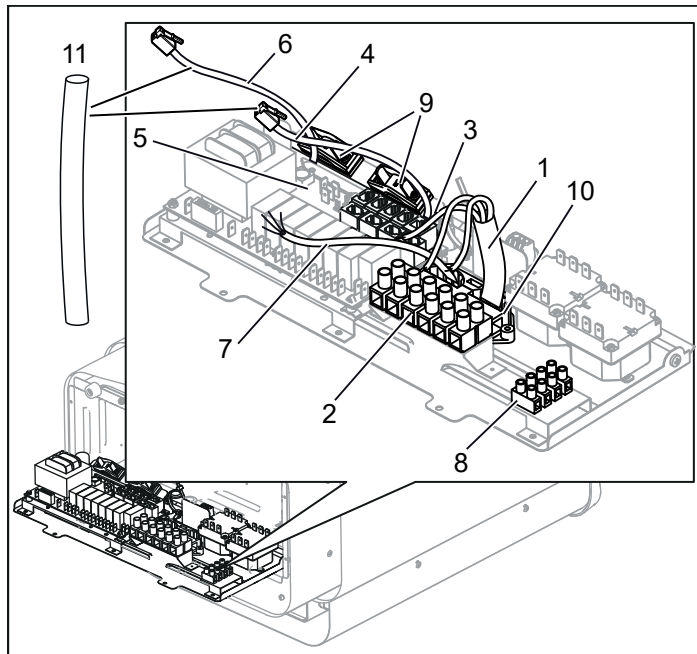
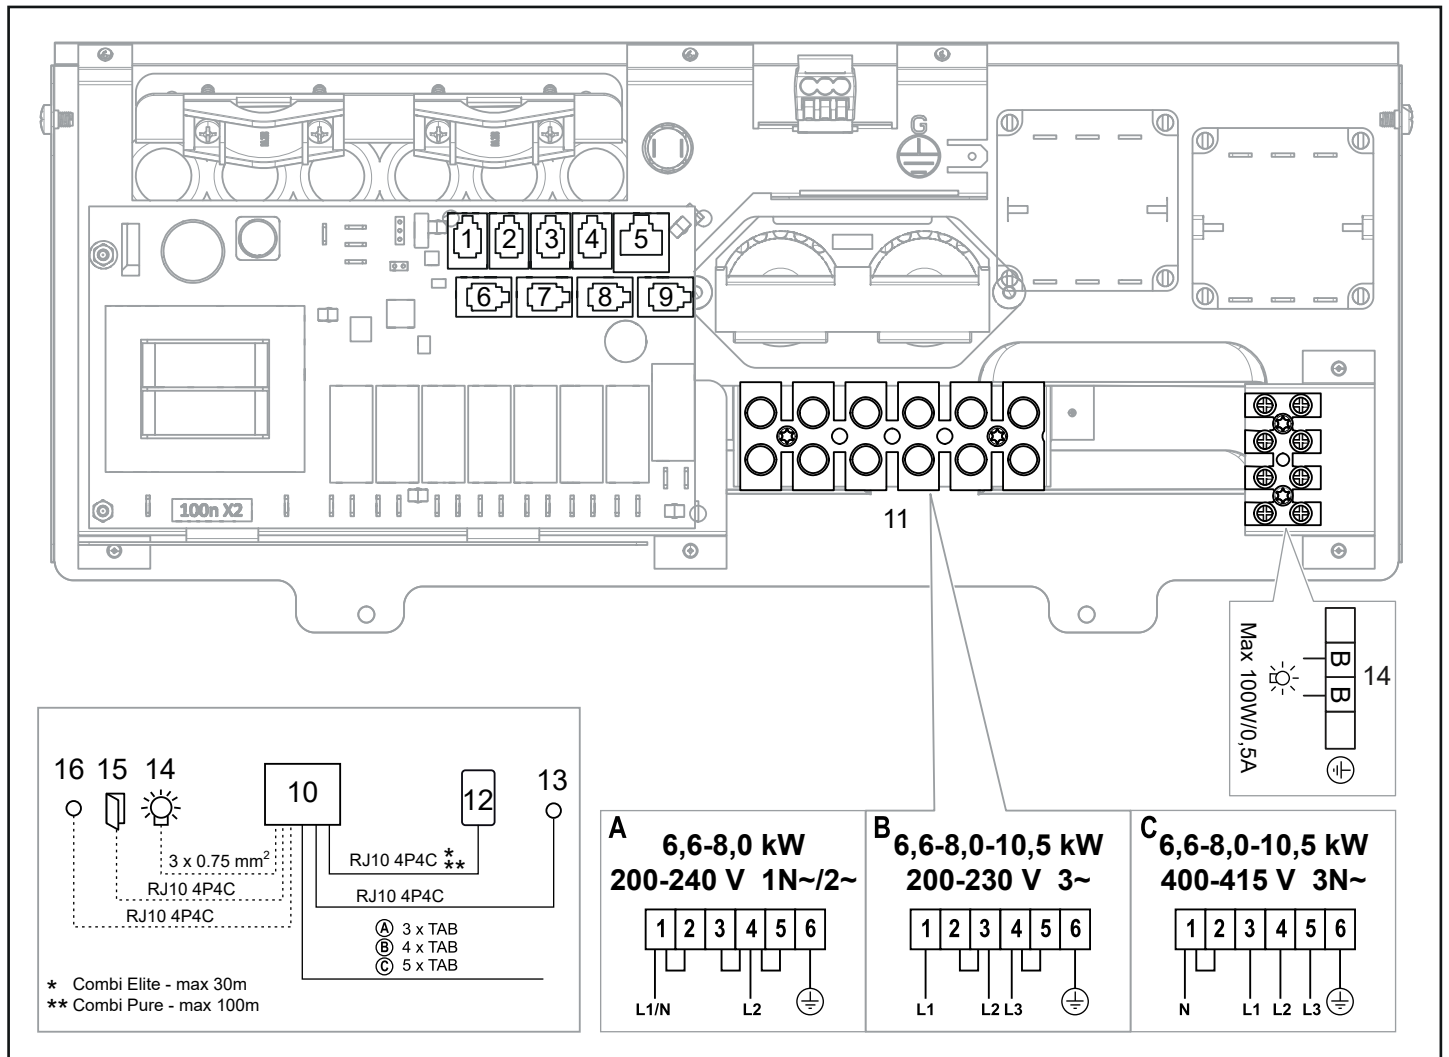

Рисунок 10: Монтажная плата
Рисунок 17: Схема соединений
- Подключите электрический кабель (1) к клемме (2) (см. Рисунок 10) согласно схеме соединений (см. раздел Подключение/Схема соединений, страница 39).
- Проведите кабель для панели управления и датчика температуры через проходные кабельные втулки (3). Подключите кабель панели управления (4) к одному из четырех контактов RS485 (позиции 6-9) (см. Рисунок 10) согласно схеме соединений (см. раздел Подключение/схема соединений).
- Combi Pure:** Подключите кабель датчика (6) к контакту NTC на монтажной плате (позиция 1) (5) согласно схеме соединений (см. раздел Подключение/схема соединений, страница 39).
**Combi Elite:** Подключите кабель датчиков влажности и температуры (6) к одному из четырех контактов RS485 (позиции 6-9) (5) согласно схеме соединений (см. раздел Подключение/схема соединений, страница 39).
- Подключите кабель освещения (если таковой имеется) (7), см. Рисунок 10, к клемме (8) согласно схеме соединений, Рисунок 17.